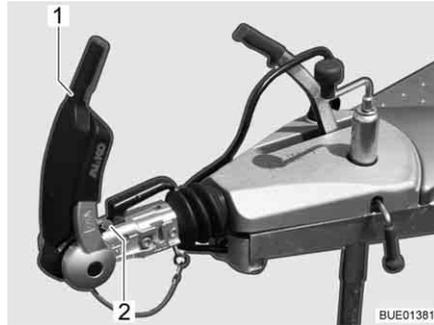

Bild 190 Anzeige Reibbeläge vorn und hinten
- Stabilisierungsgriff (Bild 190,1) öffnen.
Die Kontrolle erfolgt über die Anzeige vor dem Kupplungsgriff (Bild 190,2).